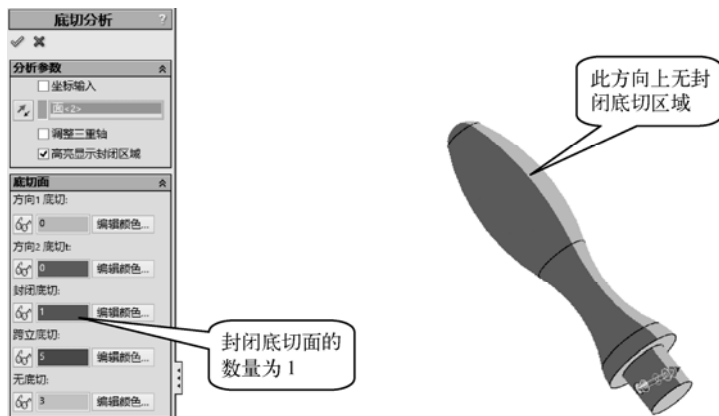

图 5-27 创建分型线操作
STEP 4 取消上面的底切分析结果，选择“手柄圆孔底面”作为拔模参考面，再次对模型进行底切分析，并勾选“高亮显示封闭区域”复选框，如图 5-27 所示。请尝试查找此方向分模，封闭底切的区域。